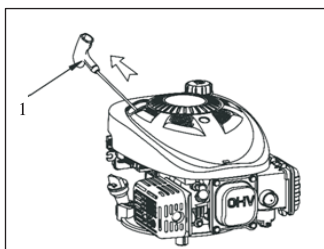

Abb. 3
⚠️ VORSICHT: Lassen Sie den Starter-Griff (1) nicht zurück gegen den Motor springen. Führen Sie den Griff langsam zurück, um Schäden am Anlasser zu vermeiden (Abb. 3).